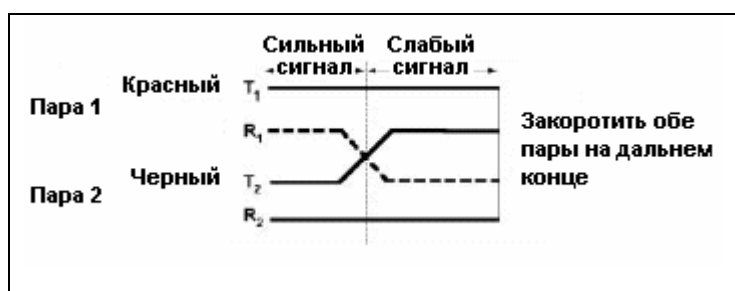

Рисунок 5. Подключите зажим красного цвета к исправной жиле пары 1.
- Если подтверждается наличие разбитости (Рисунок 5), уровень звукового сигнала и уровень принимаемого сигнала на дисплее уменьшатся после того, как индуктивный пробник минует ответвление.